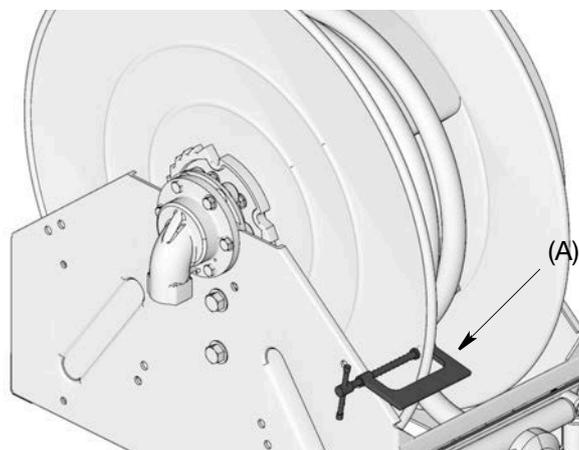

Fig. 13
- Fije una abrazadera en C (A) a la brida del carrete como se muestra en la FIG. 13 para evitar que el carrete se desenganche por accidente y gire libremente.
- Fije con firmeza una abrazadera en C (A) a la brida del carrete como se muestra en la FIG. 13 para evitar que el carrete se desenganche por accidente y gire libremente.